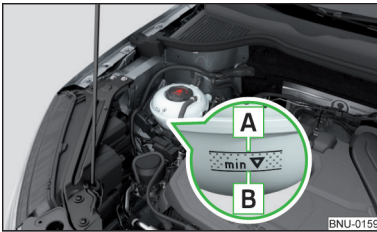

Fig. 309
Verificarea nivelului lichidului de răcire - nivelul lichidului de răcire trebuie să se afle între marcasele **A** și **B** » fig. 309. Dacă nivelul lichidului de răcire se află sub marcajul **B**, completați lichidul de răcire.
Specificația lichidului de răcire este menționată pe vasul de expansiune a lichidului de răcire » fig. 309.
■ Nu adăugați lichid de răcire deasupra marcajului **A** » fig. 309. Lichidul de răcire ar putea fi împins din sistemul de răcire, atunci când se încălzește - există pericolul de deteriorare a pieselor din compartimentul motor.